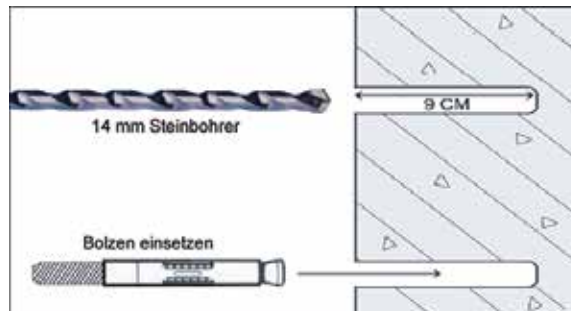

Bild 3
5. Bohren Sie die Löcher mit Hilfe einer Schlagbohrmaschine mit 14 mm Steinbohrer **9 cm** in die Wand. (Bild 3) Stellen Sie sicher, dass Sie nicht in Mörtel bohren, da dieser keinen ausreichenden Halt für das Gewicht der Markise bietet.
6. Schlagen Sie die Bolzen ein und setzen Sie dann die Halterung auf die Schrauben. Anschließend schieben Sie Dichtung und Unterlegscheibe auf die Schraube und ziehen diese mit der Mutter fest. (Bild 3+4)